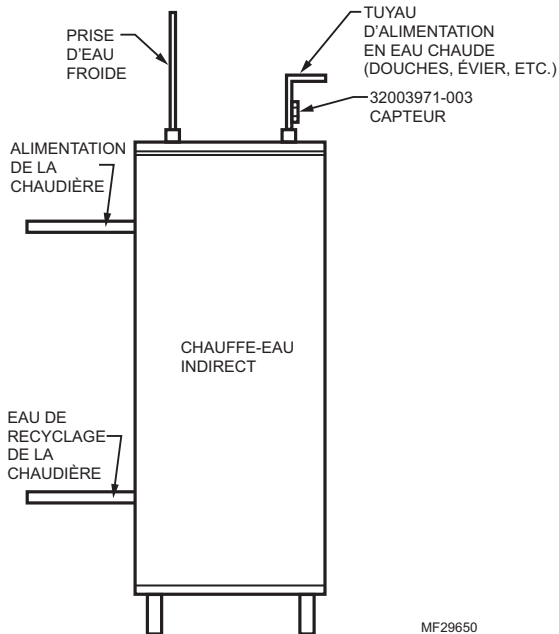

Fig. 1. Installation du capteur de température 32003971-003.
8. Monter le capteur de température 32003971-003 sur le tuyau de sortie du réservoir à une distance de moins de 2 pouces du réservoir en utilisant les connexions métalliques incluses dans le nécessaire du capteur. Voir la Fig. 1.